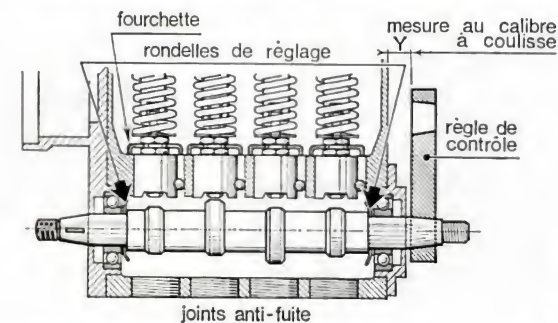

Fig. 26.
- Vérification et réglage de la position longitudinale de l'arbre à cames à l'aide de la règle spéciale placée sur le cône d'entraînement. Relever la valeur de la cote « y » entre la face du carter de pompe et la règle avec un calibre à coulisse; placer les rondelles de réglage (fig. 26) ⁽⁴⁾.